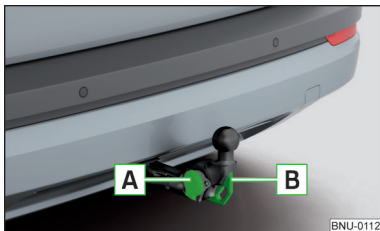

Fig. 295
- › Abrir la tapa del enchufe y conectar el conector del remolque (del accesorio) en el conector de 13 polos **A** » fig. 295. (Si el remolque/accesorio dispone de un conector de 7 polos, usar una reducción correspondiente de los accesorios originales de ŠKODA).